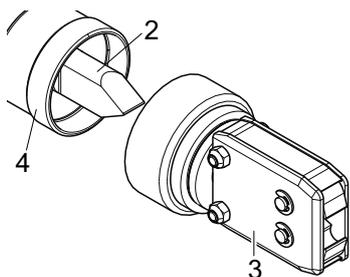
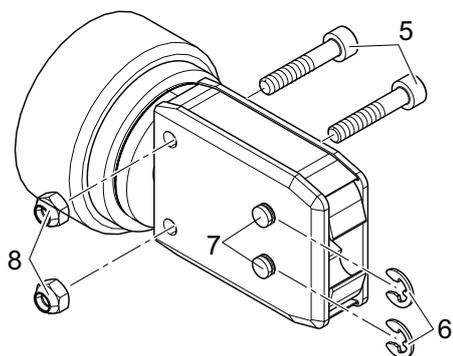
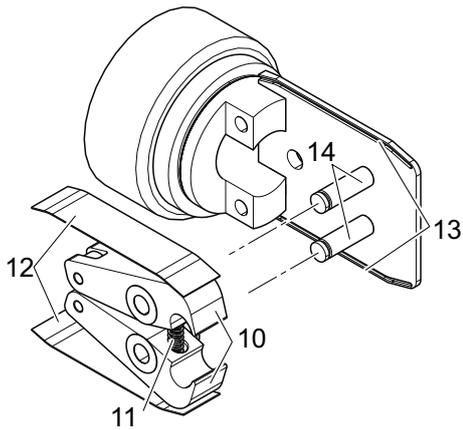

Fig. 26 : Déconnexion de la tête de pince
Fig. 27 : Démontage de la tête de pince
Fig. 29 : Montage des mâchoires de pince
3. Déconnectez la tête de pince (Fig. 26/3) de la pince électrique (Fig. 26/4).
Le poussoir (Fig. 26/2) reste dans la pince électrique (Fig. 26/4).
4. Retirez les deux verrous Fig. (Fig. 27/6) sur la tête de pince (Fig. 26/3).
Ne repoussez pas l'axe (Fig. 27/7) !
5. Dévissez deux écrous hexagonaux (Fig. 27/8) des boulons hexagonaux (Fig. 27/5).
7. Retirez le ressort de compression (Fig. 29/11), la plaque de recouvrement (Fig. 29/12) et les mâchoires de pince (Fig. 29/10).
8. Graissez, avec le lubrifiant spécial RENOLIT LX 2, et assemblez les mâchoires de rechange de pince (Fig. 29/10) et le ressort de compression (Fig. 29/11) du jeu de mâchoires de pince de remplacement avec l'axe (Fig. 29/14).
9. Réassemblez dans l'ordre inverse, en utilisant des rondelles de blocage neuves (Fig. 27/6).
10. Vérifiez la mobilité des mâchoires de pince (Fig. 29/10).
11. Vissez la tête de pince sur la pince électrique et, en tenant l'adaptateur, serrez l'écrou-raccord. Le poussoir (Fig. 26/2) doit se trouver entre les deux mâchoires de pince (Fig. 29/10).